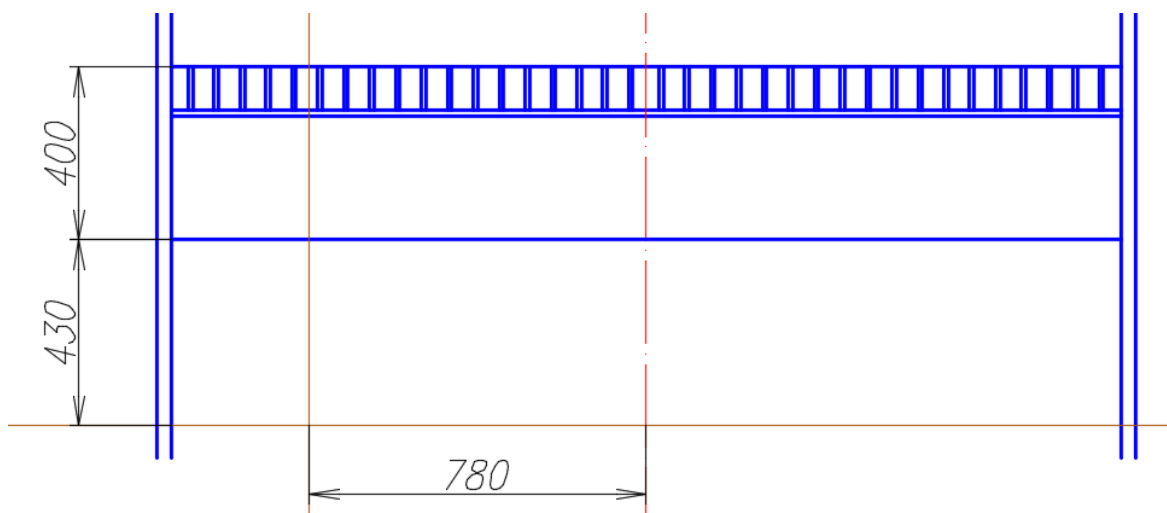

Рис. 97. Вспомогательные построения схемы перераспределительного устройства
5.1. На расстоянии 400 мм от верхнего края распределительной решетки начертить горизонтальный отрезок. Вычертить горизонтальную и вертикальную прямые (**Прямая** → **Отступ**) по размерам, данным на рис. 97.